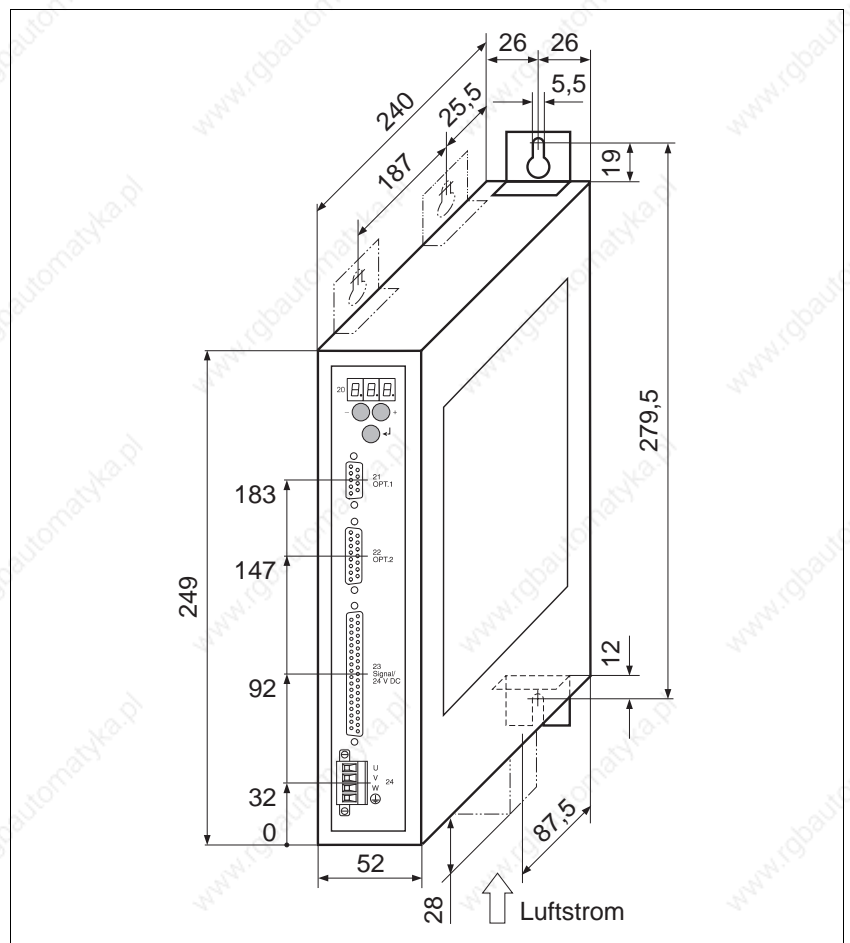

Bild 2-2 Montage
Mit Hilfe der Montagewinkel kann das Gerät rückseitig oder linksseitig montiert werden (Bild 2-2).
**Zubehör Lüfter** Beim Gerät WDP3-018 muß der Lüfter unten montiert werden. Der Luftstrom muß von unten nach oben durch das Gerät geführt werden (siehe Bild 2-2). Die Pfeilrichtung auf dem Lüfter entspricht der Luftstromrichtung, wenn der Lüfter richtig angeschlossen ist (rot = 24VDC, schwarz = 24VGND).